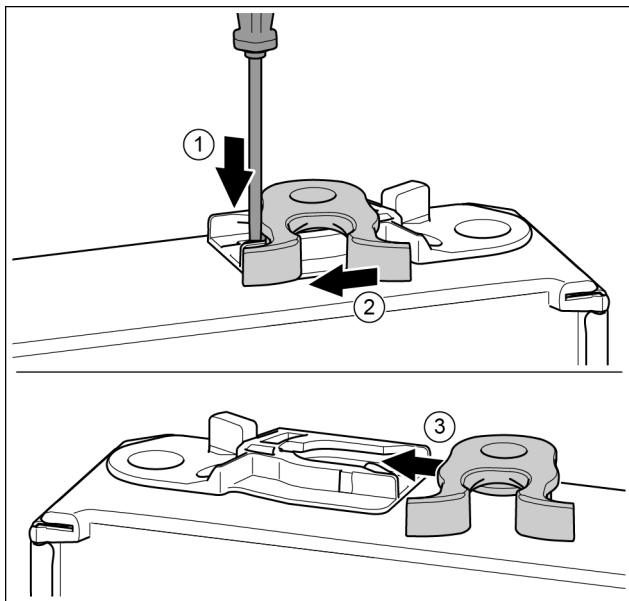

Fig. 14
- ▶ Plochým skrutkovačom zatlačte strmeň nadol. Fig. 14 (1)
- ▶ Zatvárací hák vyťahnite z vedenia. Fig. 14 (2)
- ▶ Zatvárací hák zasuňte na druhej strane do vedenia. Fig. 14 (3)